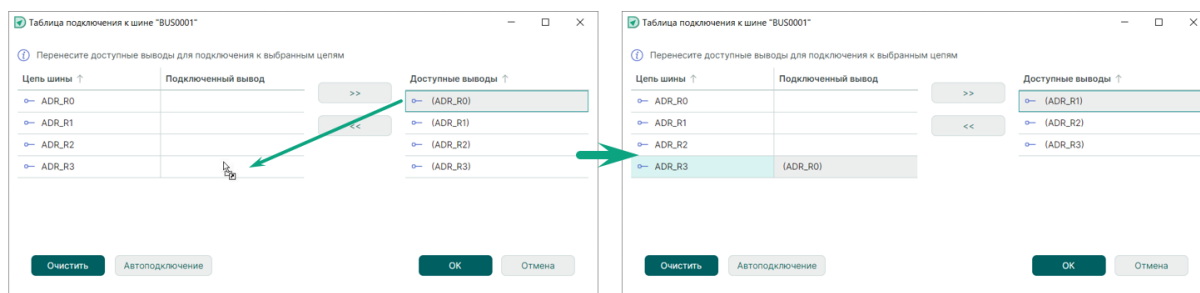

Рис. 201 Использование механизма «drag-and-drop» для установки соответствия между выводом и цепью шины
2. Переместите курсор мыши в левую часть окна в строку с именем подключаемой цепи шины, удерживая кнопку мыши зажатой, см. Рис. 201.